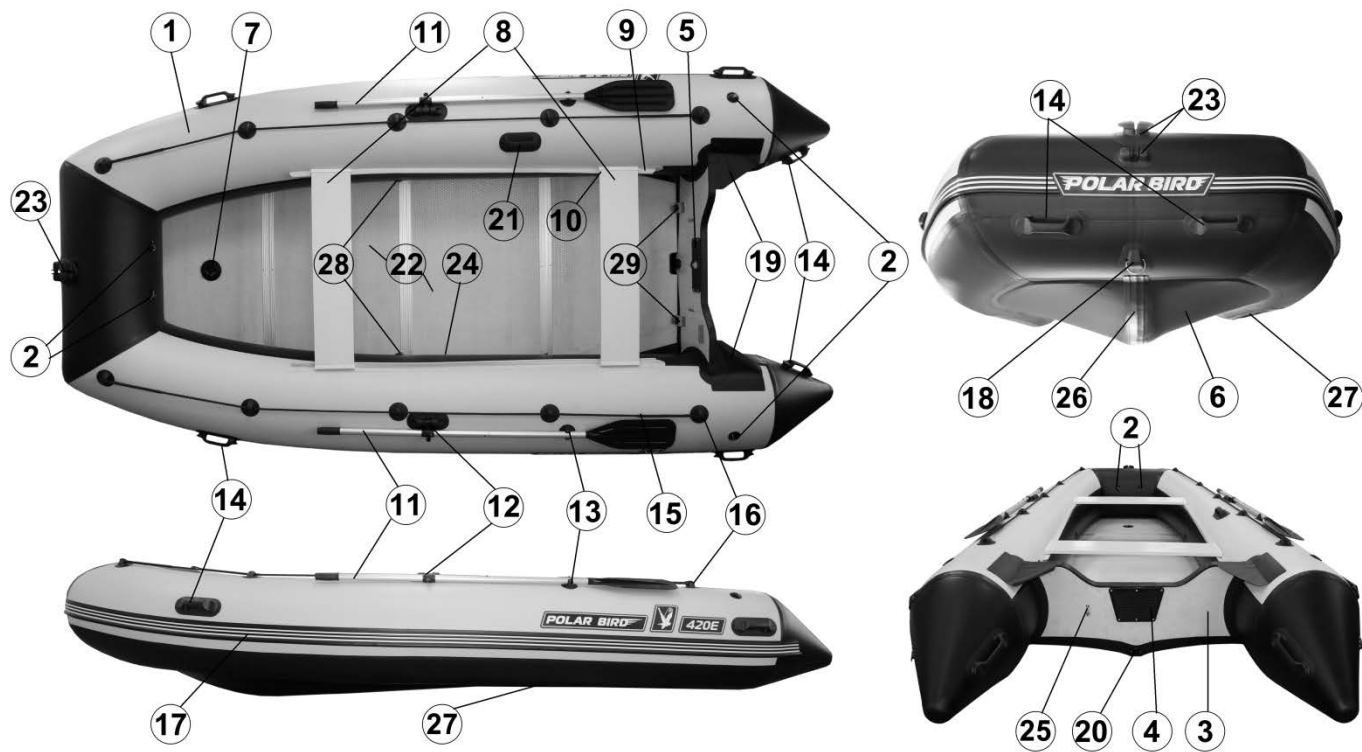

Рис.1
3.1. Конструктивно лодка "Polar Bird" серии «Eagle» («Орлан») представляет собой надувной баллон U-формы (поз.1), разделенный тремя герметичными переборками с воздушными клапанами (поз.2) на четыре герметичных отсека (Рис.1). Корпус лодки изготавливается из армированного эластомера с двусторонним герметизирующим покрытием из поливинилхлорида (далее ПВХ). Для установки подвесного лодочного мотора (далее - ПЛМ) лодки оборудованы жестким транцем (поз.3) с двумя транцевыми накладками (поз.4 и поз.5). Лодка имеет эластичное днище (поз.6) и жесткий настил (пайолы) (поз.22), между которыми расположен надувной кильсон (поз.7), приклеенный к днищу. Лодка укомплектована жесткими сиденьями (банками) (поз.8), которые устанавливаются в профиль – ликтрос (поз.9) с помощью лик-пазов (поз.10), жестко установленных на банках. Лодка укомплектована веслами (поз.11), которые жестко укреплены в уключинах (поз.12) и фиксируются на борту баллонов с помощью защелки (поз.13). На лодке имеются бортовые ручки для переноски лодки (поз.14); страховочный леер (поз.15), установленный в леерные рымы (поз.16); рым-кольцо для буксировки лодки (поз.18). Борт лодки защищен привальным брусом с волноотбойником (поз.17). Лодка оборудована защитой от брызг (поз.19). В